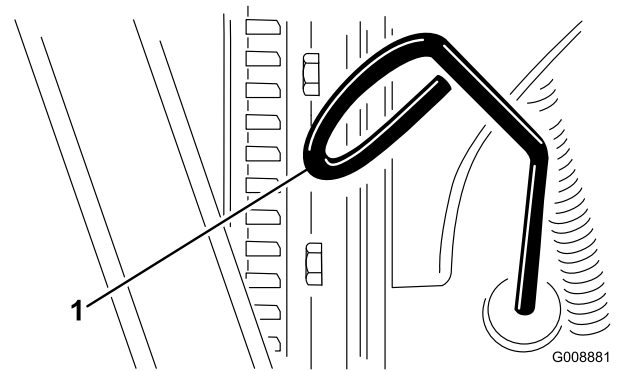

Bild 20
2. Nehmen Sie den Peilstab (Bild 20) heraus und wischen Sie ihn mit einem sauberen Lappen ab.